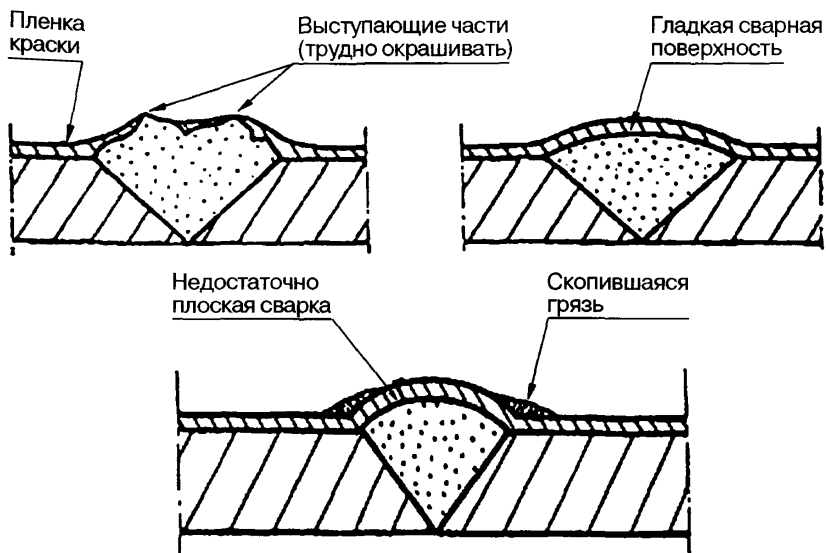

Рис. 2.9. Влияние вида поверхности сварного соединения на развитие коррозии
- конструкции сварных швов должны способствовать получению качественной сварки: полный провар, отсутствие пористости, отсутствие зазоров и гладкая поверхность шва (рис. 2.9);